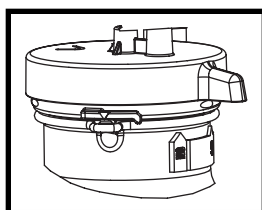

Figure 2
3. Retirer le capuchon en le tournant dans le sens contraire des aiguilles d'une montre de 1/4 tour pour aligner la flèche sur le capuchon avec la languette sur le réservoir (Figure 2). Retirer le capuchon.